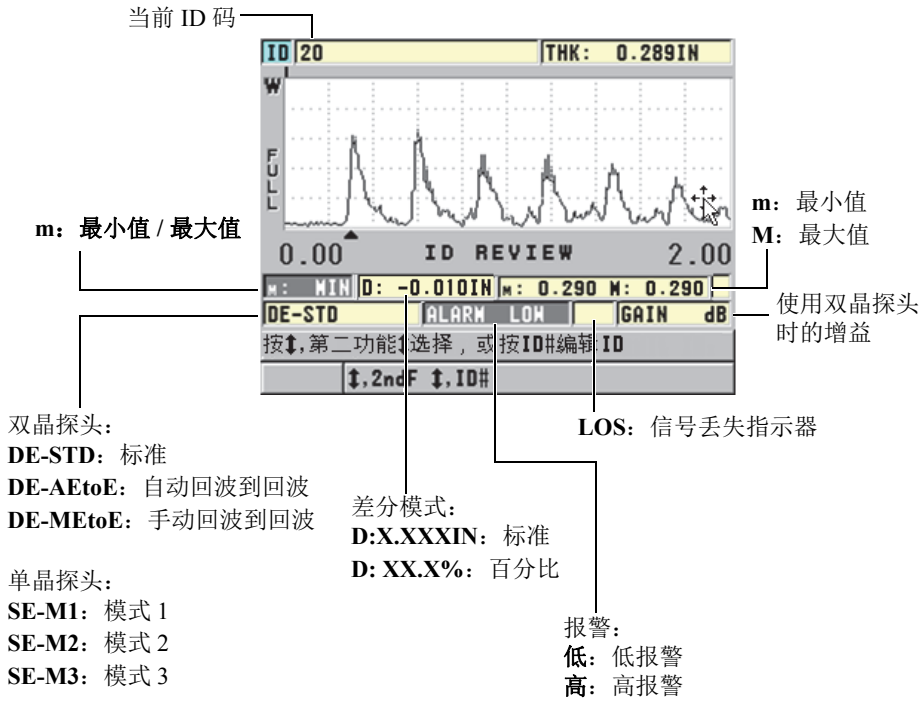

图 6-36 辨识 ID 码查看屏幕的内容
第 111 页的图 6-36 为一个 ID 码查看屏幕的示例，并介绍了其中的内容。波形下方的区域列出了所显示的存储厚度值的状态标志。这些标志与仪器使用发送指令时所传输的状态词的单字母缩写相同（参阅第 175 页的“管理通讯和数据传输”）。
3. 在 ID 码查看屏幕中（参见第 111 页的图 6-36），进行以下操作：